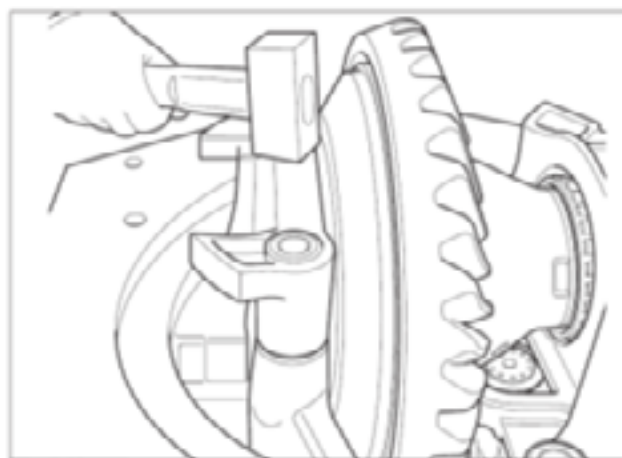

Fig. 2.46
5. Encaixe a capa do mancal bipartida do lado esquerdo com um martelo leve de plástico ou borracha (Fig. 2.46).